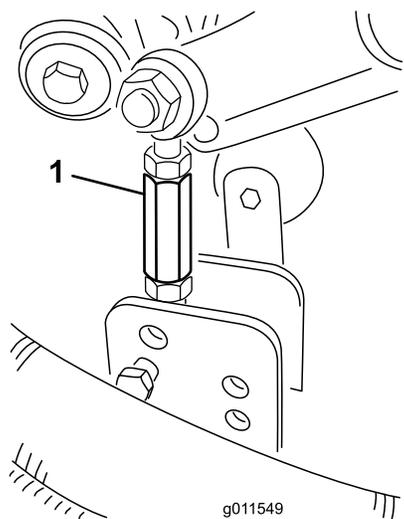

Рисунок 30
- Снимите игольчатые шплинты и шплинтуемые штифты, которые крепят тяги демпферов к кронштейнам дек газонокосилки (Рисунок 30).